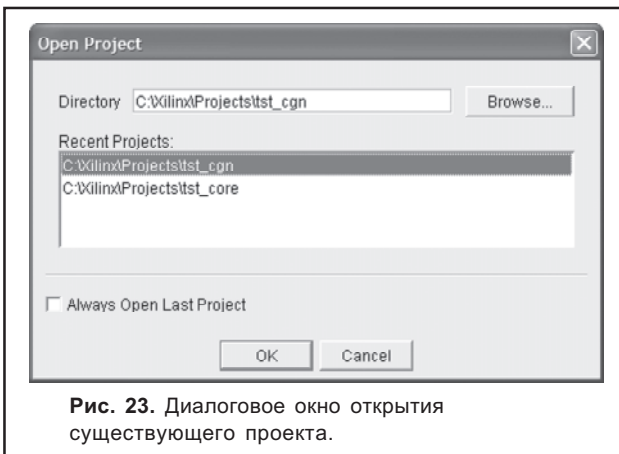

Рис. 23. Диалоговое окно открытия существующего проекта.
В появившемся диалоговом окне (рис. 23) для указания пути к папке проекта, в котором находится сгенерированное ранее ядро, нажмите кнопку «Browse». Ранее открытые проекты утилитой CORE Generator отображаются в разделе «Recent Projects».
- **«Number of project to keep»** – количество запоминаемых последних открытых проектов, отображаемых в разделе **«Recent Projects»** в диалоговом окне открытия существующего проекта (рис. 23).